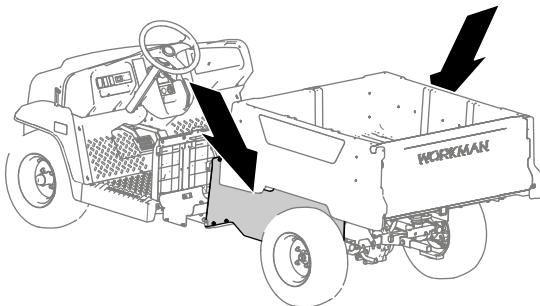

**Figure 11**
6. Retirez les 2 boulons à embase (5/16 x ¾") qui fixent le support de la batterie au cadre et les 4 vis Torx (M6 x 22 mm) qui fixent le panneau latéral droit, puis déposez le panneau (Figure 11).
**Remarque:** La batterie de dépose avec le panneau latéral droit, comme montré à la Figure 11.